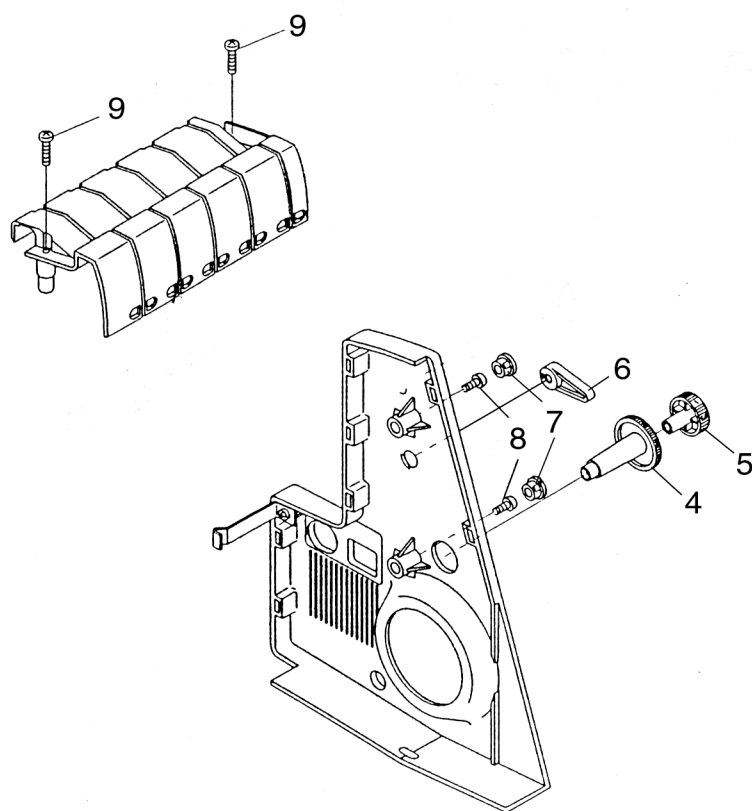

Рис. 4
- Теперь снимите в правую сторону следующие детали (рис. 4):